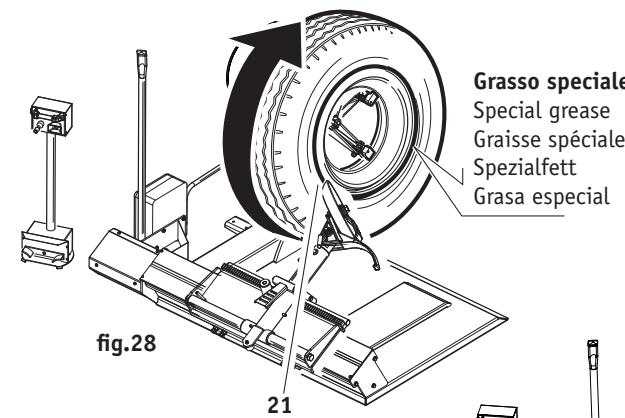
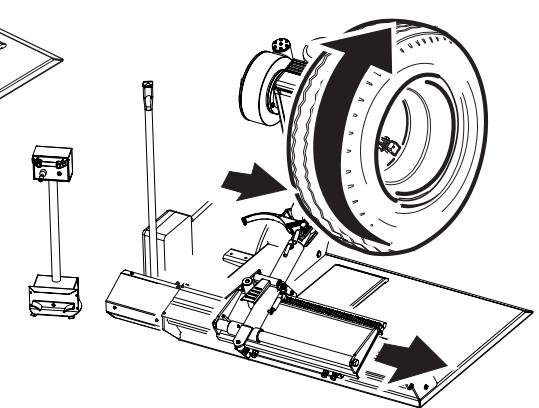

fig.28
fig.29
Stallonare la parte anteriore del pneumatico e, premendo il tallone nel canale, lubrificare con l'apposito grasso la balconata del cerchione ed il tallone(21) (fig.28) Ripetere l'operazione nella parte posteriore (fig.29).
Break the bead at the front part of the tyre and, pushing on the bead, lubricate the rim flange and the bead with suitable grease (21, Fig. 28). Repeat the operation on the back (Fig. 29).
Détalonner la partie avant du pneu et en pressant le talon dans le creux, lubrifier le bord de la jante et le talon (21, Fig. 28). Répéter l'opération à l'arrière. (Fig. 29).
Den Vorderteil des Reifens abwulstern; den Wulst im Felgenkanal gedrückt halten und mit entsprechendem Schmierfett den Felgenvorsprung und den Wulst einschmieren (21) (Abb. 28). Diesen Vorgang am hinteren Teil des Reifens wiederholen (Abb. 29).
Destalonar la parte delantera del neumático y apretando el talón en el canal, lubricar con la grasa especial el borde de la llanta y el talón mismo (21) (Fig. 28). Repítase dicha operación por la parte trasera (Fig. 29). Si la llanta es de tipo inclinado, es decir de 10° a 15°, continuar la operación de destalonamiento del neumático.